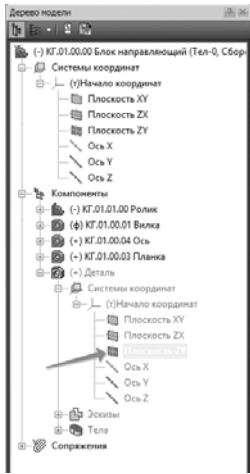

Рис. 53. Дерево модели «Кронштейн»
- 3.3.1 В Дереве модели раскройте «ветви» Компоненты – Деталь – Системы координат и укажите Плоскость ZY (рис. 53).